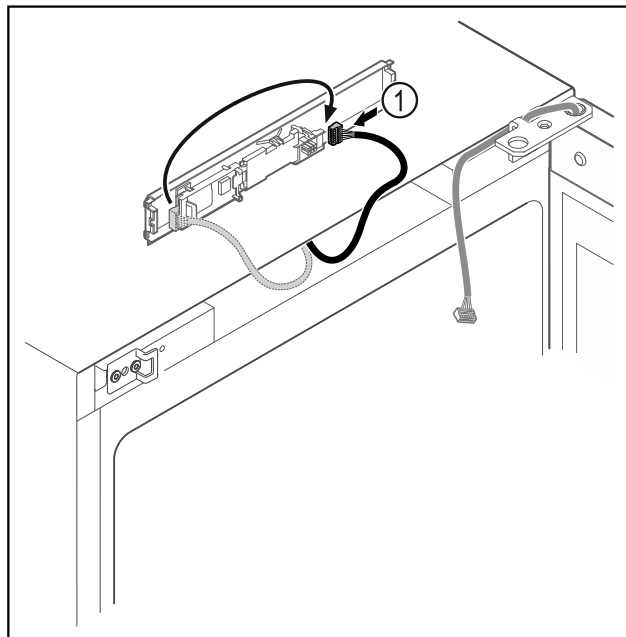

Fig. 13
- Schimbați poziția de introducere a fișei Fig. 13 (1) la placa electronică.